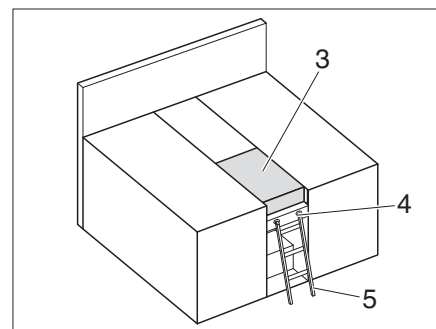

Bild 181 Doppelbett
- Zusatzpolster (Bild 181,3) auflegen.
- Zusatzpolster (Bild 181,3) abnehmen.
- Auszug (Bild 181,1) einschieben und Halteband (Bild 181,2) einhängen.
Zum Besteigen des oberen Betts die serienmäßig beigelegte Aufstiegsleiter (Bild 181,5) benutzen.
- Die Aufstiegsleiter (Bild 181,5) mit den Holmen in die Halterung (Bild 181,4) an der Blende einhängen.